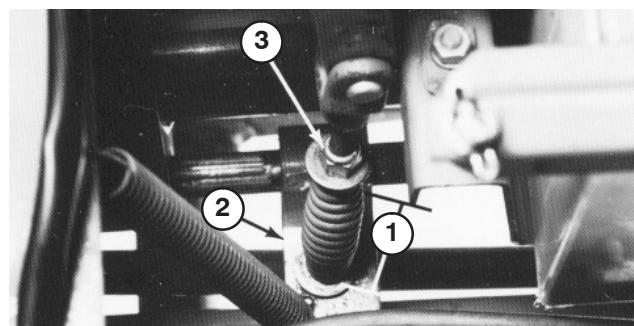

Figure 62
3. Mesurez la longueur du ressort de prise de force entre les rondelles plates (Fig. 62). Elle doit être égale à 81 mm.
4. Si elle doit être modifiée, tenez la tête de la vis de réglage avec une clé (placée sous le bras de commande de la prise de force) et tournez le contre-écrou (Fig. 62).